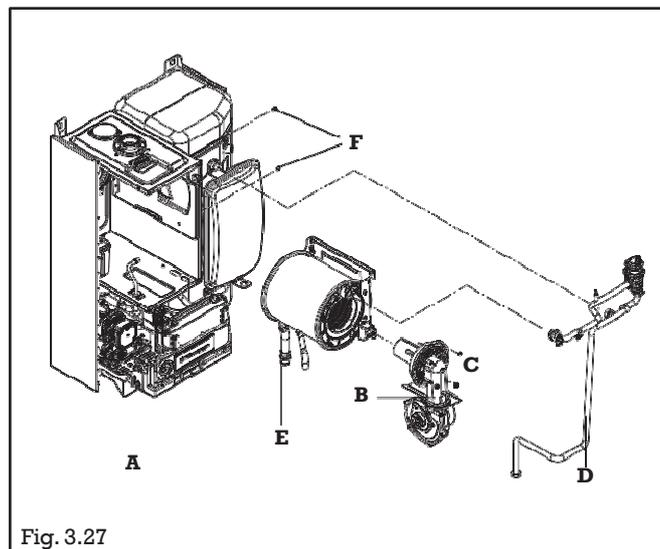

Fig. 3.27
- Dividere l'insieme ventilatore/bruciatore (B) dello scambiatore (3 dadi (C) fig.3.27)
Per facilitare la pulizia completa dello scambiatore (fig. 3.27), quest'ultimo può essere interamente smontato dalla caldaia: